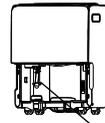
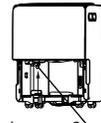

Imagen 7
Imagen 8
- Si la manguera de la bomba se cae mientras retira el recipiente (consulte Imagen 7), deberá volver a instalar la manguera de la bomba de forma correcta en la unidad antes de volver a colocar el recipiente en la unidad (consulte Imagen 8).